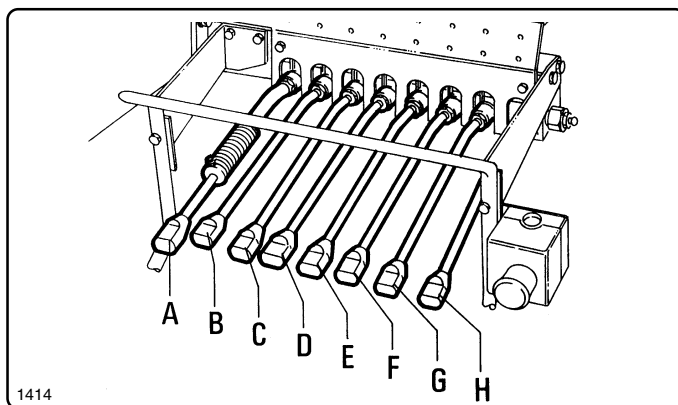

fig. 5.3.1
5.3 - Comandi "doppio comando" (lato sinistro) fig. 5.3.1
5.3 - "Dualside" controls (left hand side) fig. 5.3.1